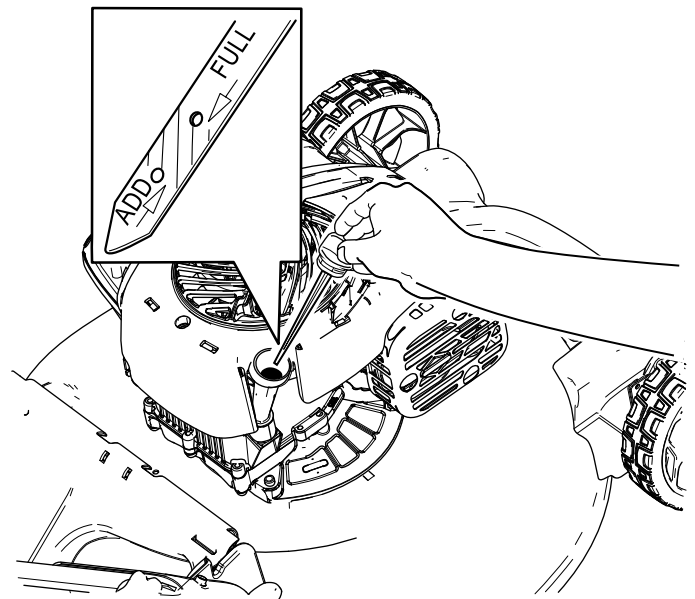

Figura 18
3. Retire la varilla girando el tapón en el sentido contrario a las agujas del reloj y tirando del mismo (Figura 18).
10. Observe el nivel de aceite en la varilla (Figura 18).